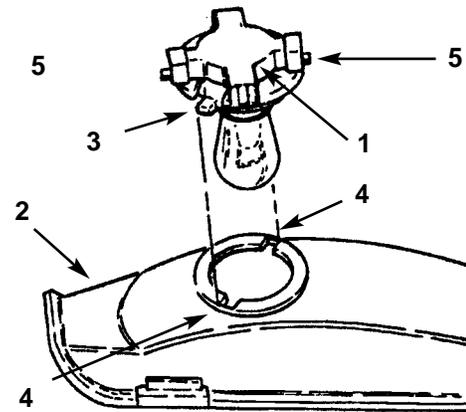

Bild 19
3. Die Birnenfassung um $\frac{1}{4}$ Umdrehung im Gegenuhrzeigersinn drehen und aus dem Reflektor entfernen (Bild 19).
drehen, bis sie den Anschlag erreicht (ca. $\frac{1}{4}$ Umdrehung), dann die Birne aus der Fassung entfernen (Bild 19).
2. Die Birnenfassung hat zwei Nasen (Bild 19). Diese mit den Auskerbungen im Reflektor abstimmen, die Birnenfassung in den Reflektor einführen und $\frac{1}{4}$ Umdrehung im Uhrzeigersinn bis zum Anschlag drehen.